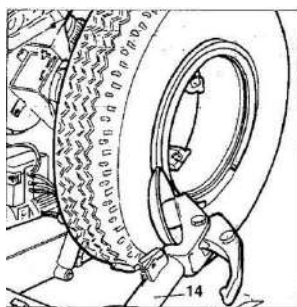

Рисунок 29
2) Переведите держатель (14, Рисунок 29) в рабочее положение ДИСК.
3) Расположите ДИСК на борту шины как можно ближе к ободу (см. Рисунок 29).
- 7) Отведите держатель (14, Рисунок 29) назад от края обода и наклоните рычаг в нерабочее положение.